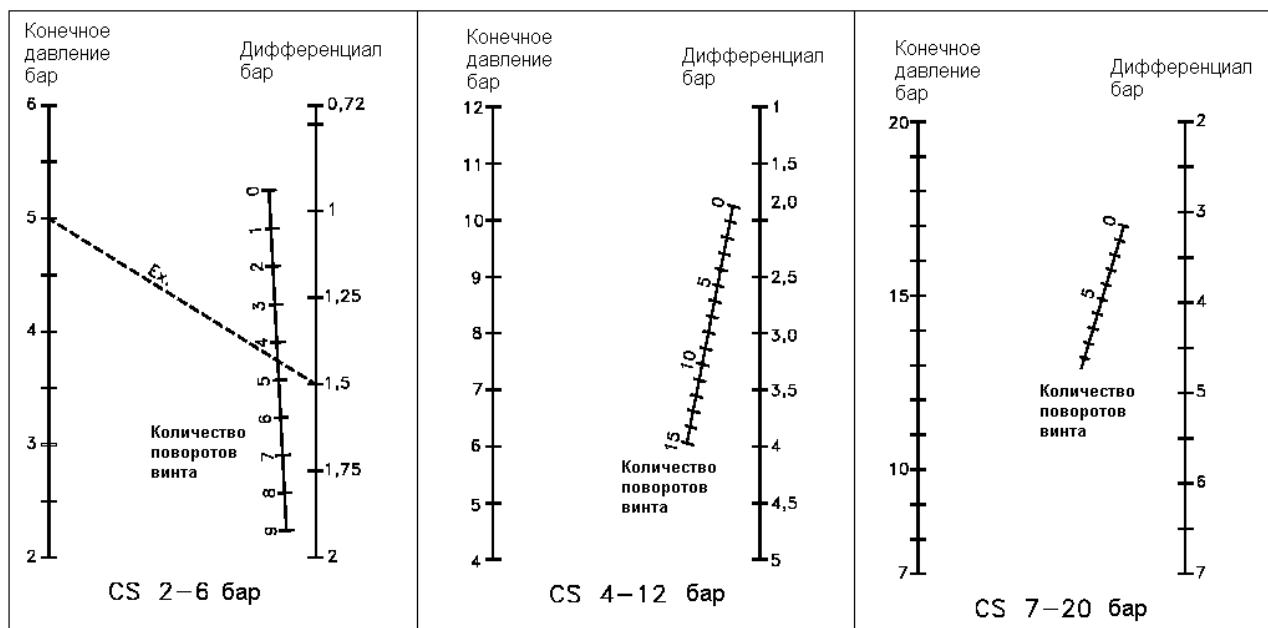

Рис. 3
2. поверните винт установки дифференциала в сторону увеличения (по часовой стрелке) необходимое количество раз (определяется по номограмме рис. 3);